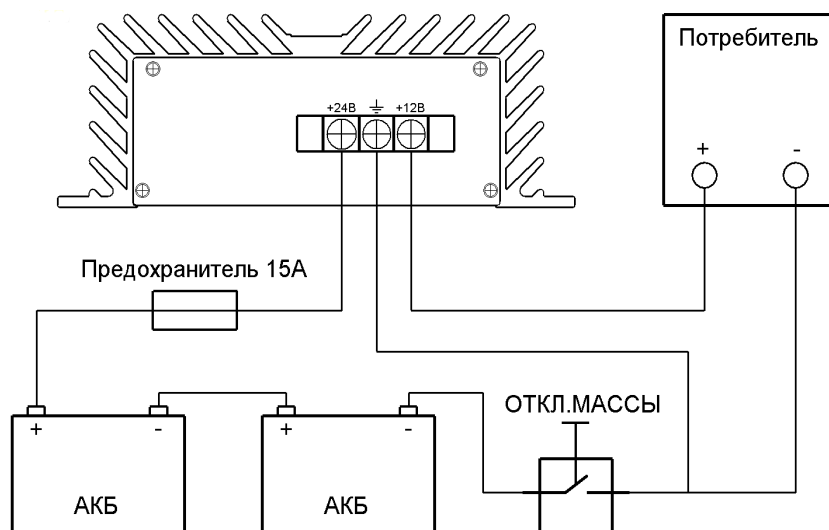

Рис. 1: Схема подключения ПН24/12-20
- 4.3. Подключите клемму «+24В» преобразователя к бортовой сети автомобиля через дополнительно установленный предохранитель. Номинал дополнительного предохранителя — 15А;(См. рис. 1).